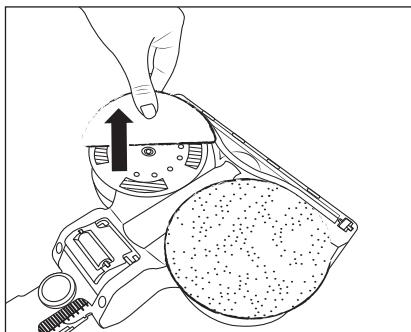

Fig. 18
- ◆ For at fjerne en moppesude ④ fra moppestykket ① skal du holde den med fingrene og trække den af moppestykket ① oppefra (se fig. 18).